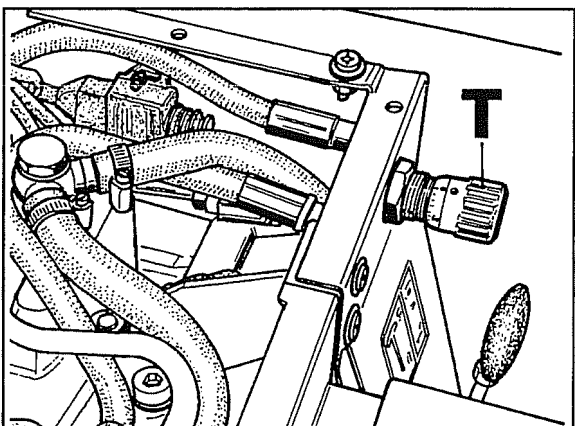
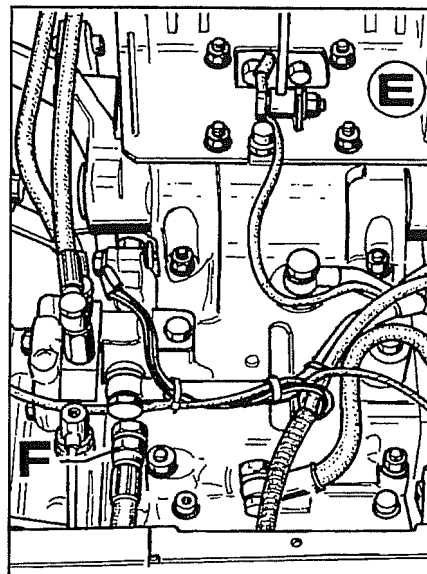

Fig. 9
Fig. 8
4. Togliere il supporto sedile E fig. 8, quindi scollegare i cablaggi che vanno all'elettrovalvole, all'interruttore di fine corsa e i cavi di massa.
6. Scollegare il tubo di mandata olio F fig. 8 dal supporto distributori e la valvola T fig. 9 di mandata olio al cilindro.